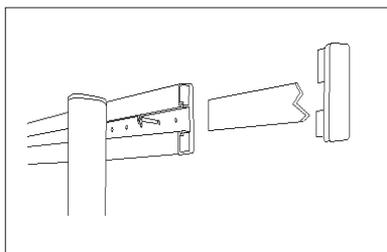

Figura 6a
1. **Figura 6a:** Retire un tapón de cada travesaño horizontal del chasis con un destornillador de cabeza plana. Tire hacia fuera de las tiras protectoras para acceder a los orificios de los tornillos. Los elementos de fijación no están incluidos. Utilice elementos de fijación que se adapten al tipo de pared. La instalación debe soportar el peso de un usuario de 250 lb (113 kg).